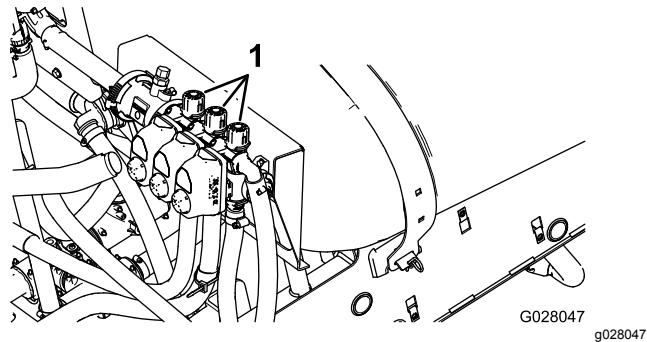

Figure 29
11. Désactivez la rampe gauche et réglez le bouton de dérivation de rampe (Figure 29) jusqu'à ce que la pression indiquée corresponde à celle réglée précédemment (généralement 2,75 bar).
13. Réglez le bouton de dérivation de la rampe droite (Figure 29) jusqu'à ce que la pression indiquée corresponde à celle réglée précédemment (généralement 2,75 bar).
15. Réglez le bouton de dérivation de la rampe centrale (Figure 29) jusqu'à ce que la pression indiquée corresponde à celle réglée précédemment (généralement 2,75 bar).